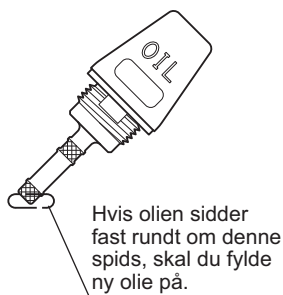
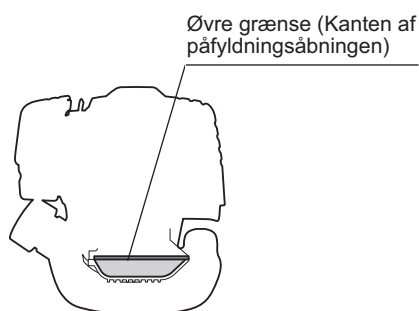

Fig. 1
Fig. 2
- Med motoren holdt vandret, fjern oliemålerpinden og kontroller at olien er fyldt op til mellem de øvre og nedre grænsemærker. Når der mangler olie på maskinen, sådan at oliemålerpinden kun rører ved olien med spidsen, især med oliemålerpinden indsat i krumtaphuset uden iskruning (Fig. 1), påfyldes ny olie til op i nærheden af åbningen (Fig. 2).
(1) Hold motoren vandret og fjern oliemålerpinden.
(2) Fyld olie op til kanten af oliepåfyldningsåbningen. (Se Fig. 2). Påfyld olien med smøremiddelbeholderen.
(3) Stram oliemålerpinden ordentligt til. Der kan spildes olie, hvis det ikke strammes ordentligt.